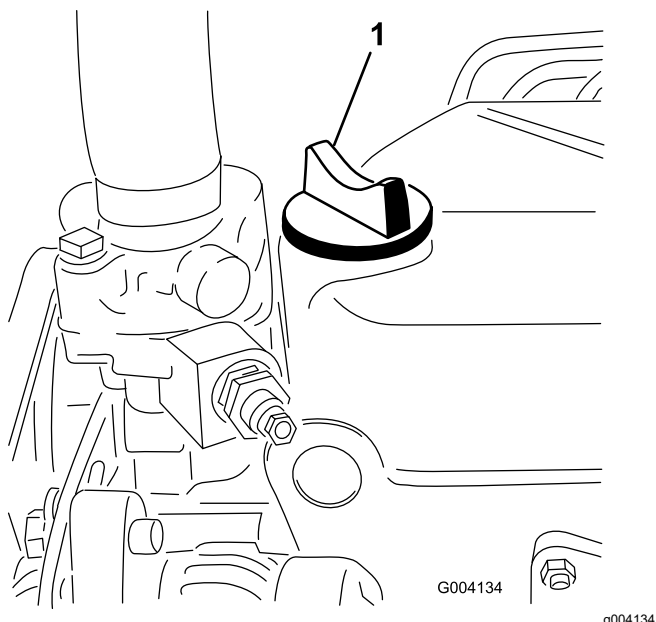

Рисунок 76
5. Если уровень масла ниже отметки Full (Полный), снимите крышку заливной горловины (Рисунок 76) и добавляйте масло до тех пор, пока его уровень не достигнет отметки Full (Полный) на масломерном щупе.